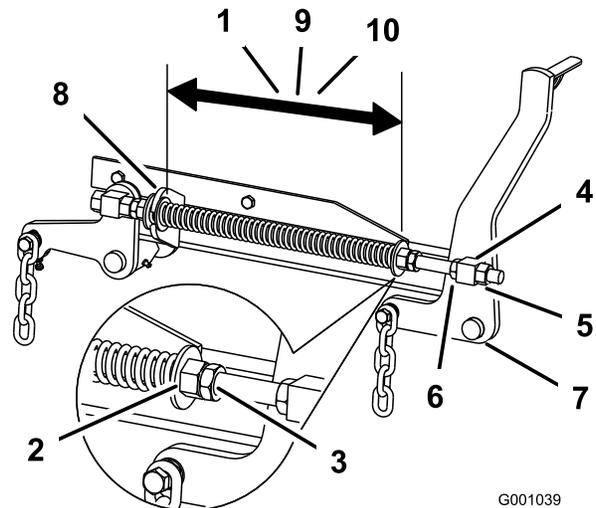

Figura 100
de corte de 152 cm o de 29,2 cm para carcasas de corte de 183 cm (Figura 100).
3. Ajuste esta distancia aflojando la contratuerca elástica y girando la tuerca que está delante de cada muelle (Figura 100).
4. Fije la tuerca en la posición deseada apretando la contratuerca elástica (Figura 100).